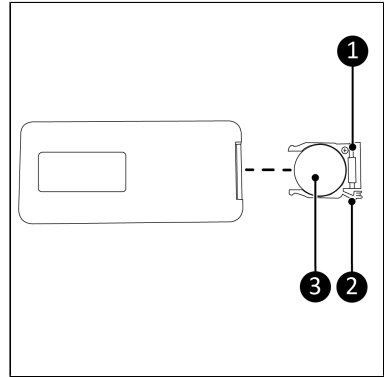

Abbildung 44.
1. Drücken Sie die Lasche (Abbildung 44, Pos. 2) am Batteriefach (Abbildung 44, Pos. 1) und ziehen Sie das Batteriefach aus der Fernbedienung heraus.
2. Entfernen Sie die alte Batterie (Abbildung 44, Pos. 3) aus dem Batteriefach.